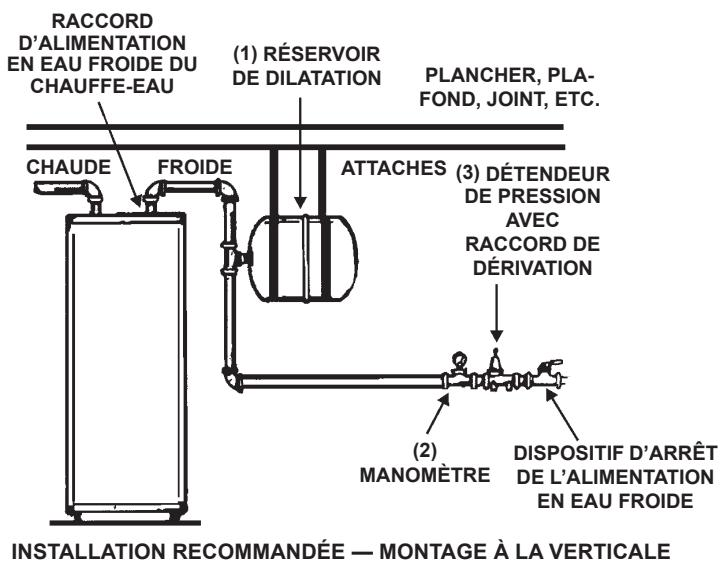

FIGURE 2.
- Le réservoir de dilatation est conçu pour être retenu par un système de tuyauterie en position verticale. Si, toutefois, le réservoir de dilatation doit être installé à l'horizontale, comme l'illustre la figure 2, il doit être retenu par des attaches appropriées (non fournies).